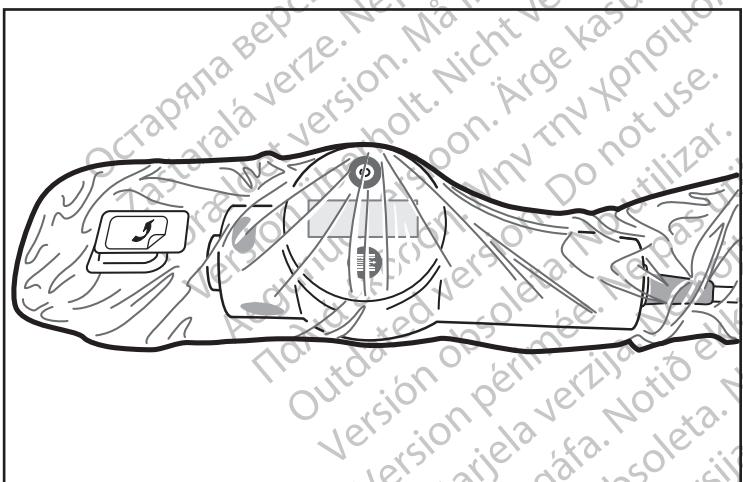

Figura 6. Bolsa posicionada
7. Para posicionar a bolsa, não faça avançar mais a Unidade de Acionamento do Motor MDUS PLUS para dentro da mesma assim que obtiver um encaixe devidamente apertado. O operador no campo esterilizado não necessita de fazer avançar a Unidade de Acionamento do Motor MDUS PLUS na íntegra até à placa dianteira da bolsa. É normal que exista um espaço entre a abertura da Unidade de Acionamento do Motor MDUS PLUS e a placa dianteira existente na bolsa (Figura 6).